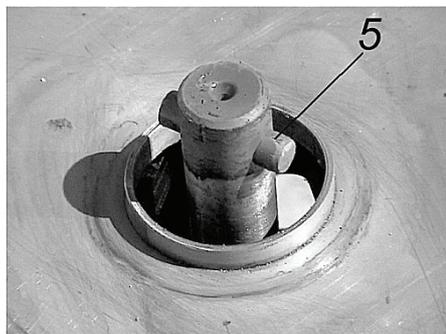
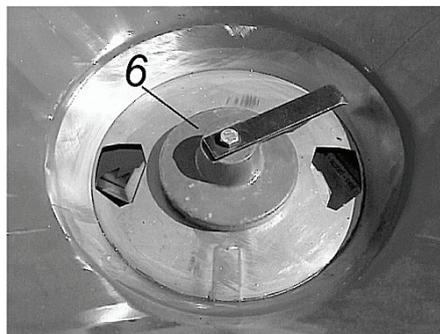

Рисунок 3
Рисунок 4
Смажьте вал мешалки (5) в области цилиндрического шрифта графитовой смазкой (см. рис. 3). Воршильную головку (6) перед установкой в отверстие также смажьте графитовой смазкой и поверните, чтобы зафиксировать (см. рис. 4).